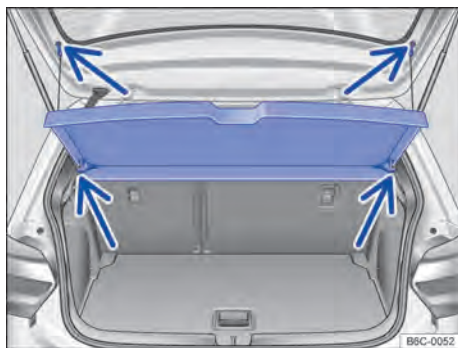

Fig. 116 No compartimento de bagagem: remover e instalar a cobertura do compartimento de bagagem.
- Desprender os cordões de retenção do suporte da tampa traseira → Fig. 116 (setas superiores).
- Retirar a cobertura do compartimento de bagagem por trás, para fora dos suportes laterais → Fig. 116 (setas inferiores).
- Empurrar a cobertura do compartimento de bagagem para a frente, introduzindo-a nos suportes laterais → Fig. 116 (setas inferiores).
- Encaixar os cordões de retenção na tampa traseira → Fig. 116 (setas superiores).